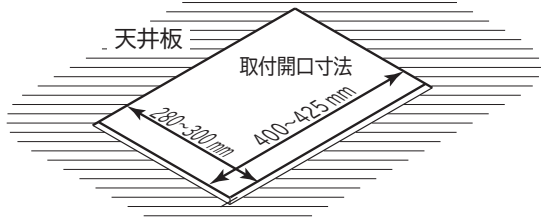
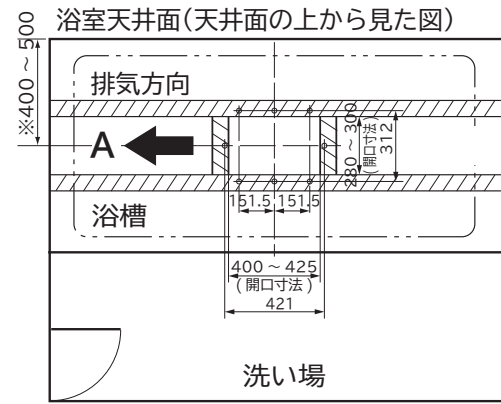

図1
図2
- ①本体の取付方向・取付位置・排気方向を決める。
- ②浴室天井に内寸が図1になるように開口穴を開け、必要に応じて補強材を組みます。(図2)
#### ③-2 排気方向が図2でA方向の場合、温風吹出口が洗い場側に向かないため、次の手順で温風吹出口の向きを変更してください。